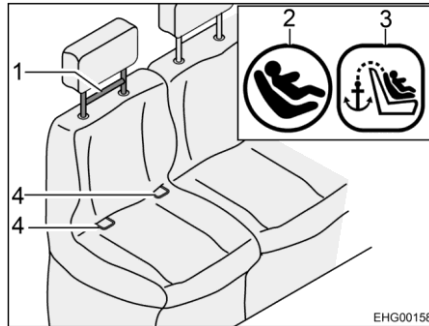
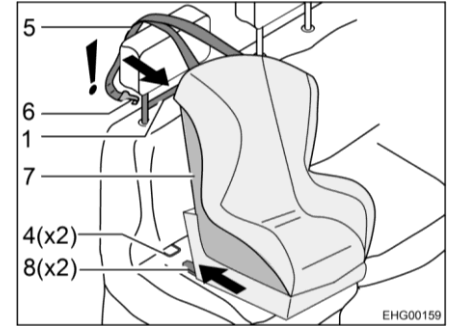

Bild 6 Stol med Isofix
Bild 7 Fäste med Isofix
Säten som är lämpade för Isofix markeras med Isofix-symbolen (Bild 6,2). Den övre hållremmens position markeras med en symbol (Bild 6,3).
- Sätt fast låsarmarna (Bild 7,8) i fästbygel (Bild 6,4). Ett tydligt klickande ljud ska höras.
- Kontrollera med ett kraftigt ryck om barnstolen (Bild 7,7) sitter fast.
- För det övre hållremsskärpet (Bild 7,5) över sätets nackstöd.
- Haka fast fästhake (Bild 7,6) i övre hållrem (Bild 6,1).